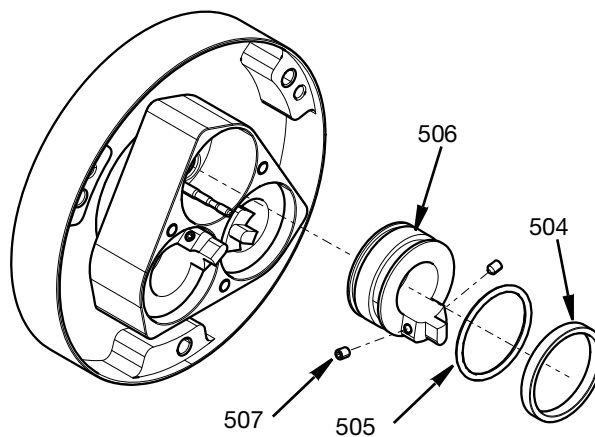

FIG. 11
3. Rimuovere il pistone (506) allentando le due viti di arresto M4 (507) per sbloccare la valvola di intercettazione del pistone e dell'asta. Una volta rimosse le viti, il pistone (506) è accessibile. L'O-ring (505) e l'anello guida (504) possono essere rimossi. Vedere FIG. 11.